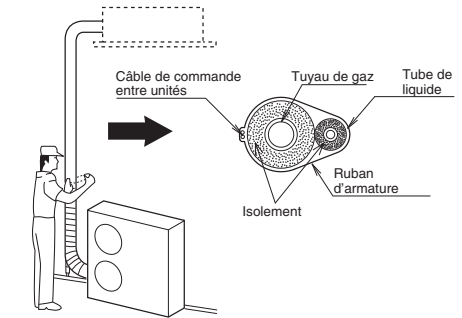

Fig. 7-11
- Briquer la canalisation au mur en utilisant environ 1 bride par mètre. (Fig. 7-11)